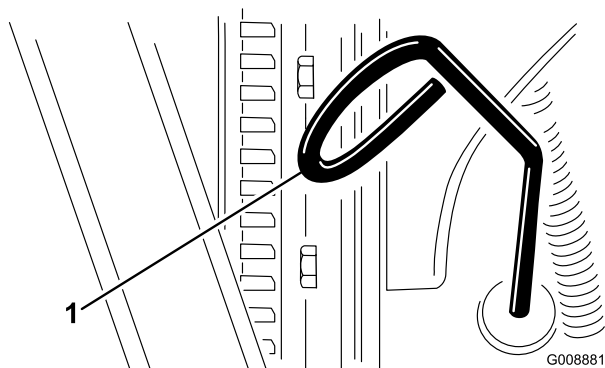

図 35
2. ディップスティック（図 35）を抜き、ウェスで一度きれいに拭く。